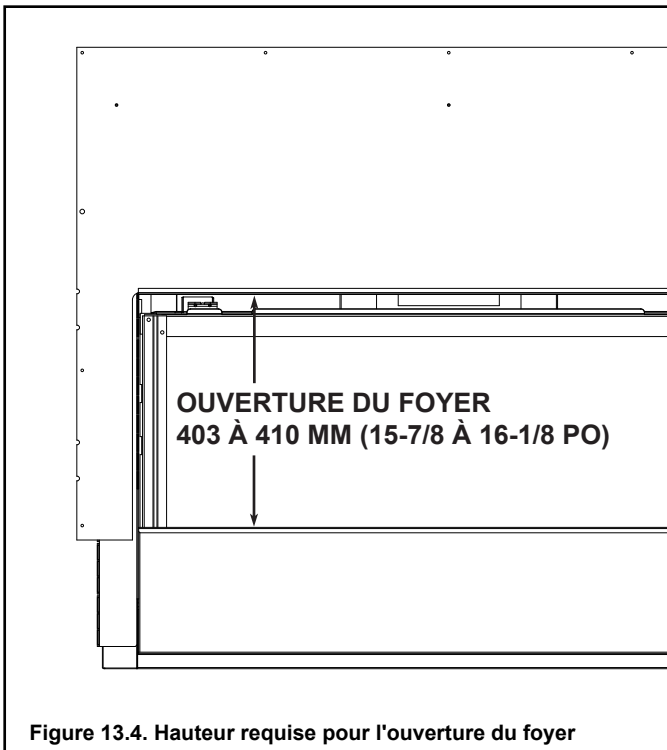

Figure 13.4. Hauteur requise pour l'ouverture du foyer
Vérifiez que le panneau protecteur est correctement installé, et que la hauteur de l'ouverture du foyer se situe entre 403 et 410 mm (15-7/8 et 16-1/8 po). Voir la figure 13.4.
**Remarque :** Le panneau protecteur inférieur doit être poussé complètement vers le bas. L'ouverture du foyer doit se trouver entre 403 et 410 mm (15-7/8 et 16-1/8 po) afin que les façades décoratives s'agencent correctement. Voir la figure 13.4.